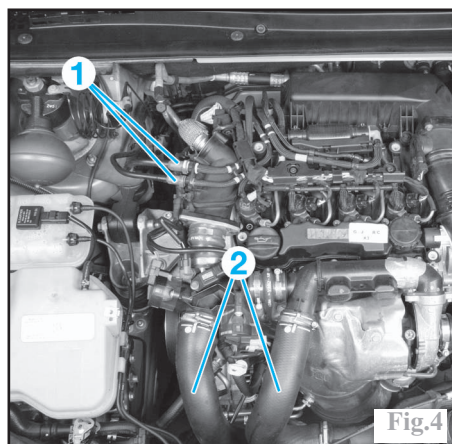

Fig.4
-les raccords d'alimentation carburant (1) (Fig.4).
-les durits (2) de l'échangeur air/air.
- les deux raccords d'alimentation en carburant (1) (Fig.4).
- les deux durits (2) de l'échangeur air/air.
- Déposer la pigne de volant moteur (A).